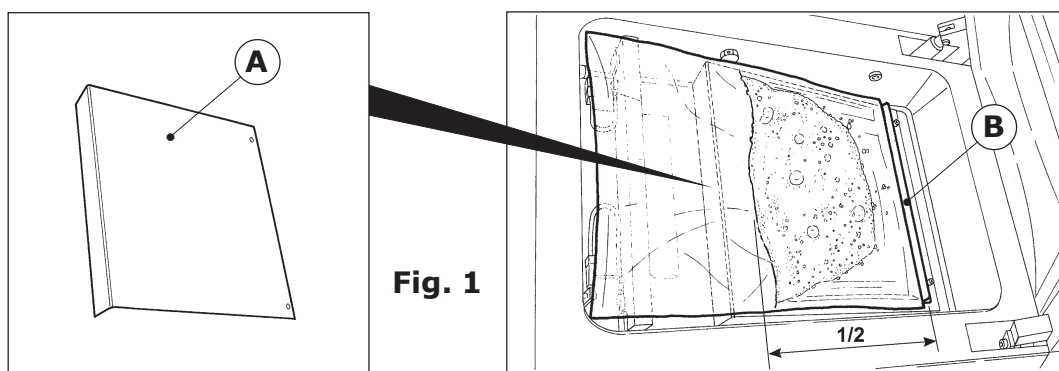

Fig. 1
- 2) Togliere tutti i ripiani ed inserire il piano inclinato (A) nella camera con la parte alta rivolta verso la barra saldante ed il fermo scorrevole (B) regolato sulla lunghezza della busta.
- 3) Inserire all'interno della campana la busta contenente il liquido da confezionare, avendo cura di riempirla non oltre la metà (1/2) (Fig. 1). Appoggiarla in posizione centrata sulla barra saldante, in modo che il lembo aperto risulti sporgente di circa 20mm rispetto alla barra stessa.